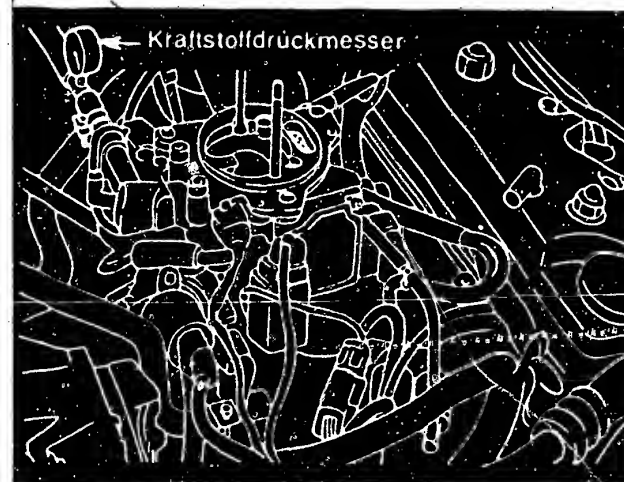

Bild 23 Zum Messen des Systemdruckes ist ein Manometer in die Benzinzufuhrleitung des Einspritzventils zu montieren.
- Zur Kontrolle des **Systemdrucks** ist ein Manometer in die Zufuhrleitung zum Einspritzventil einzubauen (Bild 23). Der Systemdruck muss bei laufendem Motor ungefähr 0,98 bar betragen.